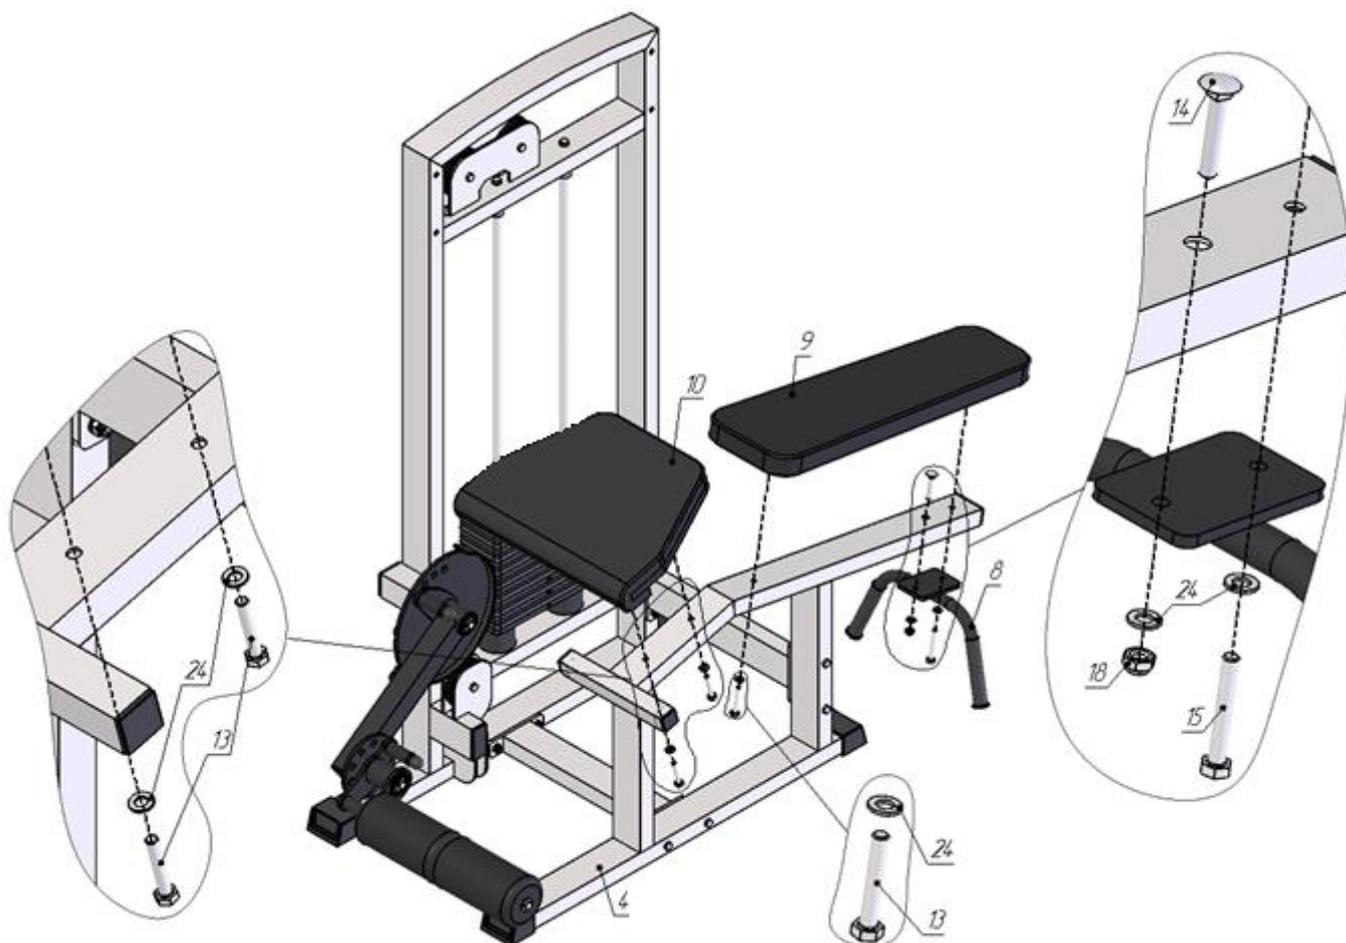

Рис.4
4. К основной раме (4) прикрутите упорные ручки (8) комплектами крепежа: а) болт М10х60 с квадратным подголовком (14), шайба D10 (24), гайка М10 (18); б) болт М10х70 (15), шайба D10 (24). Обратите внимание, что болт М10х70 (15) также является креплением для узкой части спинки (9); креплением более широкой части спинки служит болт М10х60 (13) и шайба D10 (24). Затем к основной раме (4) прикрутите сиденье (10) комплектом крепежа: болт М10х60 (13), шайба D10 (24) (рис.4).